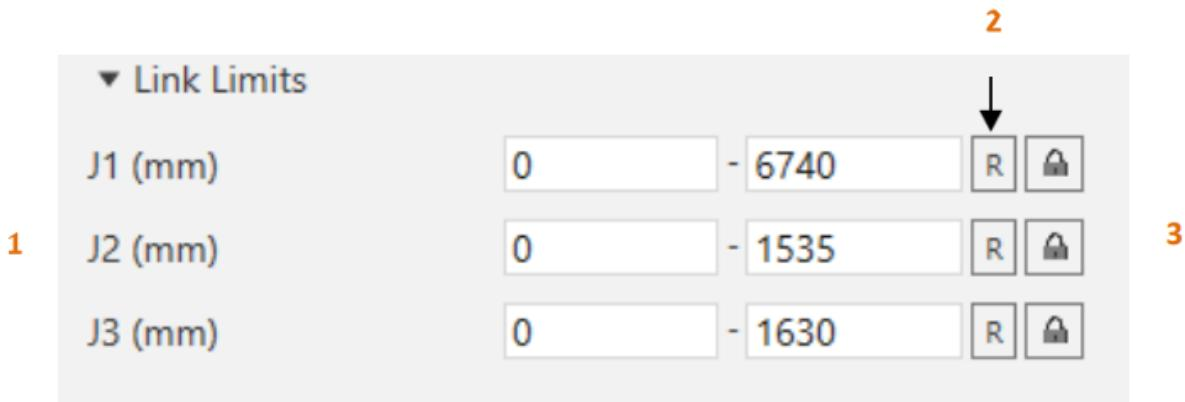

Рисунок 30 – Link Limits
– Link Limits (Предельные значения, рис.30)